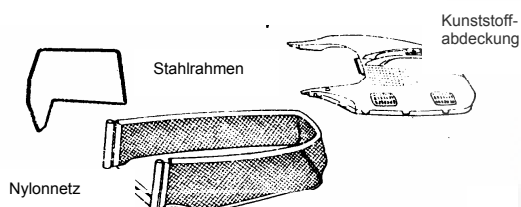

Fig. 10
1. Eléments du collecteur de gazon (Fig. 10)